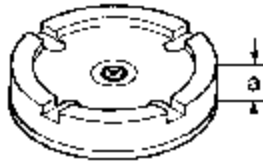

图 9-107 压板
(23) 同步器齿套安装时，倾斜面指向倒车挡，阶梯形侧面指向第 5 挡。
(24) 压板的区别，铝制变速箱在图 9-107 中尺寸 a 为 14.8mm 或 15.3mm，镁制变速箱中则为 10.7mm。